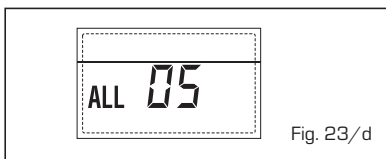

Fig. 23/d
- **BLOQUEO LLAMA "ALL 06" (fig. 23/e)**